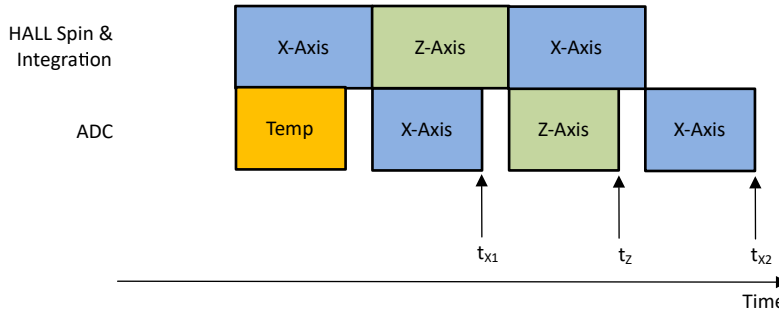

图 7-3. XZX 磁场转换
在绝对角度测量中，需要来自多个轴的应用传感器数据，才能计算出精确的角度。在不同时间通过同一信号链收集的磁场数据会在角度计算中引入误差。TMAG5273 提供伪同步采样数据收集模式来消除此误差。图 7-3 显示了一个示例，其中 MAG_CH_EN 设置为 1011b 来收集 XZX 数据。方程式 18 展示了 X 和 Z 传感器数据的时间戳相同。
- t_{x1} 、 t_z 和 t_{x2} 是 X、Z、X 传感器数据完成的时间戳，如图 7-3 中定义。